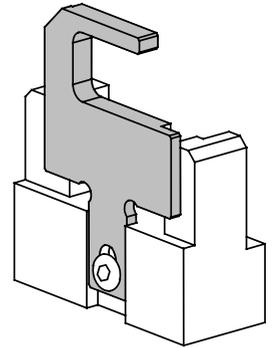

FIG. 1 POSITION DE L'EXTRACTEUR
3.1.7) Vérifier la position de l'extracteur (09): pour sertir des connecteurs du type ANE 7-M... et ANE 9 M... il faudra desserrer la vis de fixation correspondante et porter l'extracteur dans la position "complètement levé" (voir Fig. 1). Pour tous les autres types de connecteurs, l'extracteur devra se trouver dans la position "complètement baissé".